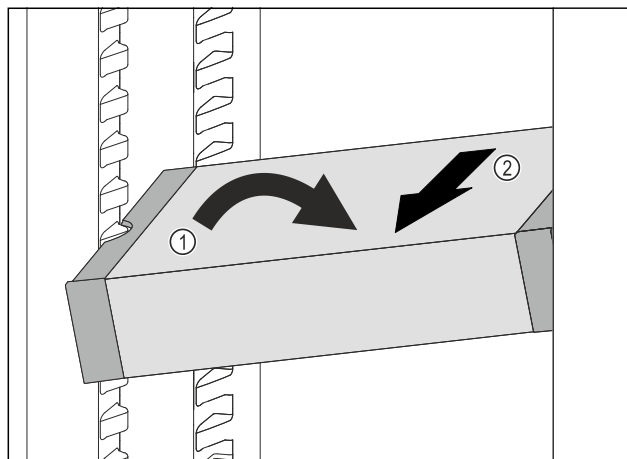

Fig. 146
- ▶ Ukosite ladicu VarioSafe u hladnjaku. Fig. 146 (1)
- ▶ Izvadite ladicu VarioSafe prema naprijed. Fig. 146 (2)